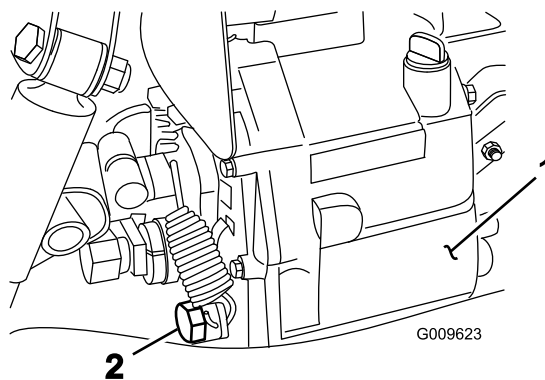

Figure 70
4. Enlevez le bouchon de vidange sur le côté du réservoir et faites couler le liquide hydraulique dans un bac de vidange (Figure 70).